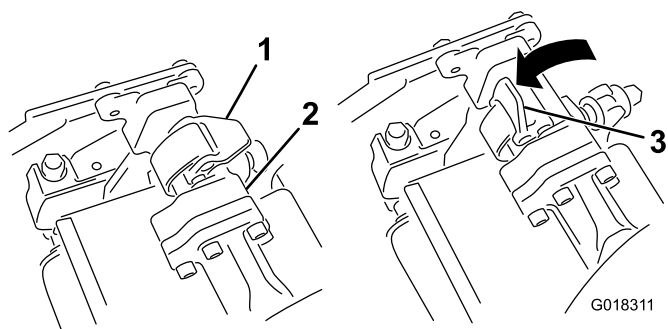
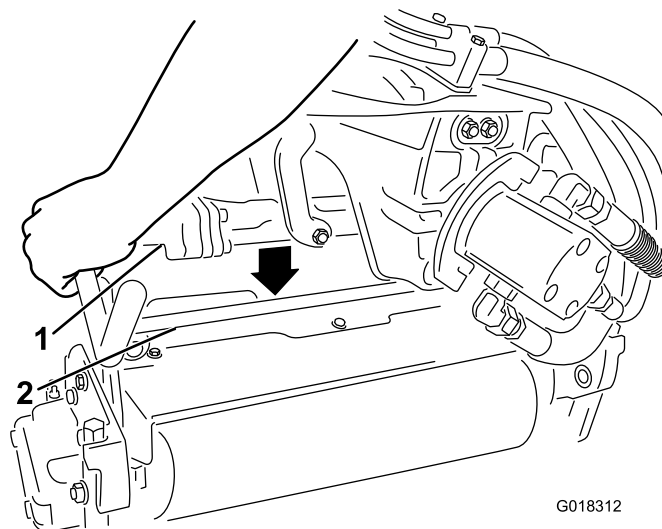

Figura 1
Figura 2
3. Con los enganches del brazo de suspensión orientados hacia arriba (es decir, abiertos) (Figura 1), empuje hacia abajo el brazo de suspensión de modo que la barra encaje en la barra situada en la parte superior de la unidad de rodillo triple (Figura 2).
4. Presione los enganches hacia abajo alrededor de la barra de la unidad de rodillo triple y bloquéelas (Figura 1).